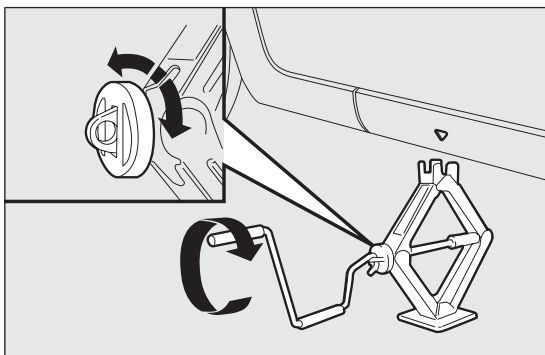
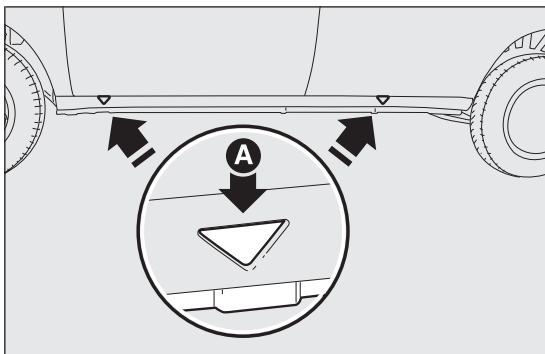

fig. 129
fig. 130
- ❑ accionar el gato, para abrirlo parcialmente fig. 129, a continuación, colocarlo debajo del vehículo a la altura de las marcas A fig. 130 cerca de la rueda que se debe sustituir;